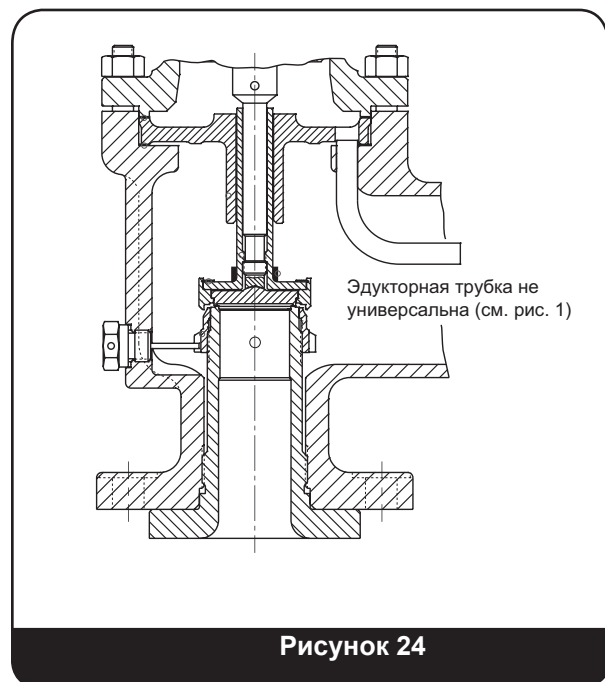

Рисунок 24
11. Установите узел держателя штока/тарелки и направляющую, осторожно опустив их в основание клапана. Обязательно выровняйте отверстие (-ия) в направляющей по удлиненному концу трубки (труб) эжектора, см. Рисунок 24.